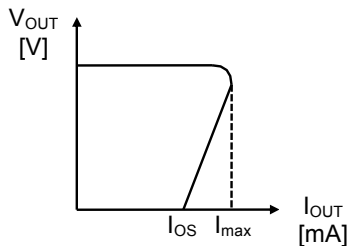

图19
为了防止在短路时，因大电流而导致元件的破损，内置了短路保护电路。其输出的短路电流大约为 70 mA ，设置于内部。因输入电压(V_{IN})的不同，如图19 ~ 21所示，短路保护电路具有3种特性。
- (1) 在检测时，切断电压稳压器，由于负载电流被断开，在流经R_{IN}的电流假设为I_{IN}的条件下，VIN端子的电压可上升 $\Delta V_{IN}=I_{IN} \times R_{IN}$ 。因此，在检测之后，如果 ΔV_{IN} 超过了滞后幅度(V_{HYS})，就会一直发生振荡，所以必须设置 $\Delta V_{IN} \leq V_{HYS}$ 。
- (2) 在解除时，启动电压稳压器，由于会流入负载电流，在解除之后，如果 ΔV_{IN} 超过了滞后幅度(V_{HYS})，就会一直发生振荡，所以与检测时相同，必须设置 $\Delta V_{IN} \leq V_{HYS}$ 。此外，即使设置了 ΔV_{IN} 不超过V_{HYS}，但在解除时，为了对输出电容器(C_{OUT})进行充电会流入突进电流，在电压稳压器的输出(V_{OUT})达到所定的电压期间内，会短时间地发生振荡。如果所产生的振荡对应用电路造成不良的影响，因为突进电流在短路保护电路中的工作电流量如图19 ~ 21所示，在I_{MAX}以下的范围内，所以通过设置 $R_{IN} < \frac{V_{HYS}}{I_{MAX}}$ ，即可防止振荡的发生。